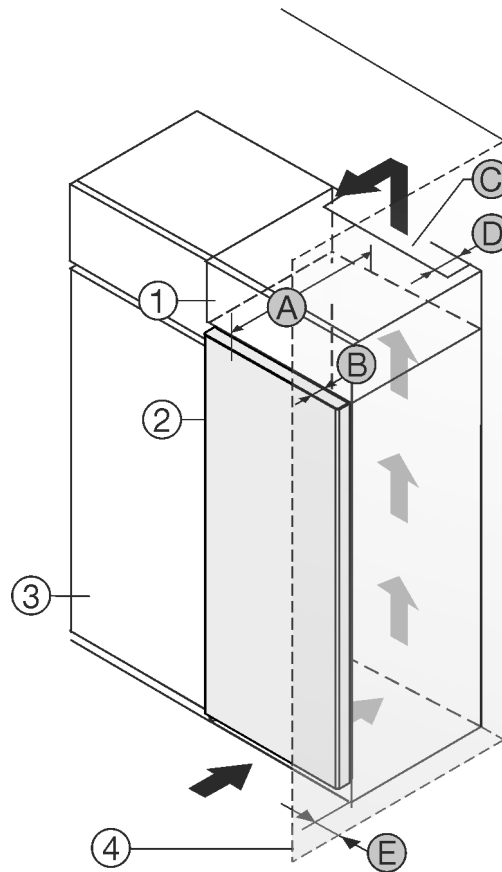

Fig. 1
Sie können das Gerät direkt neben dem Küchenschrank Fig. 1 (3) aufstellen.*
An der Rückseite des Aufsatzschrankes muss ein Abluftschacht mit der Tiefe Fig. 1 (D) über die gesamte Aufsatzschrankbreite vorhanden sein.*
Unter der Raumdecke muss der Entlüftungsquerschnitt Fig. 1 (C) eingehalten werden.*
Wenn Sie das Gerät mit den Scharnieren neben einer Wand *Fig. 1 (4)* aufstellen, dann muss der Abstand zwischen Gerät und Wand mindestens 13 mm betragen.*
Damit Sie die Tür vollständig öffnen können, muss das Gerät um die Türtiefe *Fig. 1 (B)* gegenüber der Küchenschrankfront vorstehen. Abhängig von der Tiefe der Küchenschranke *Fig. 1 (3)* und Verwendung von Wandabstandshaltern kann das Gerät weiter herausragen.*